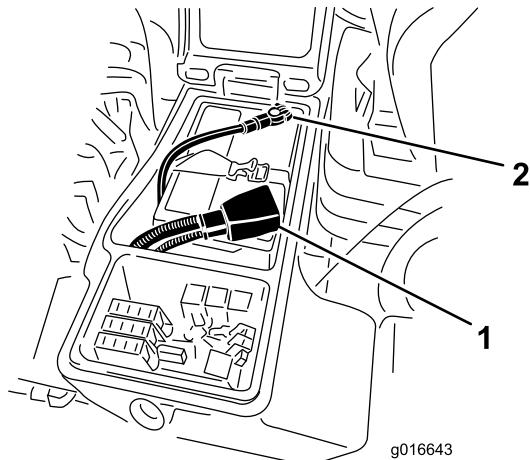

Figura 76
- Desconecte el cable negativo de la batería (Figura 76).